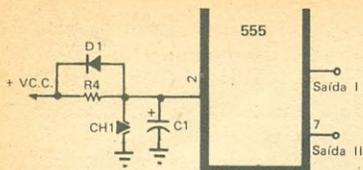
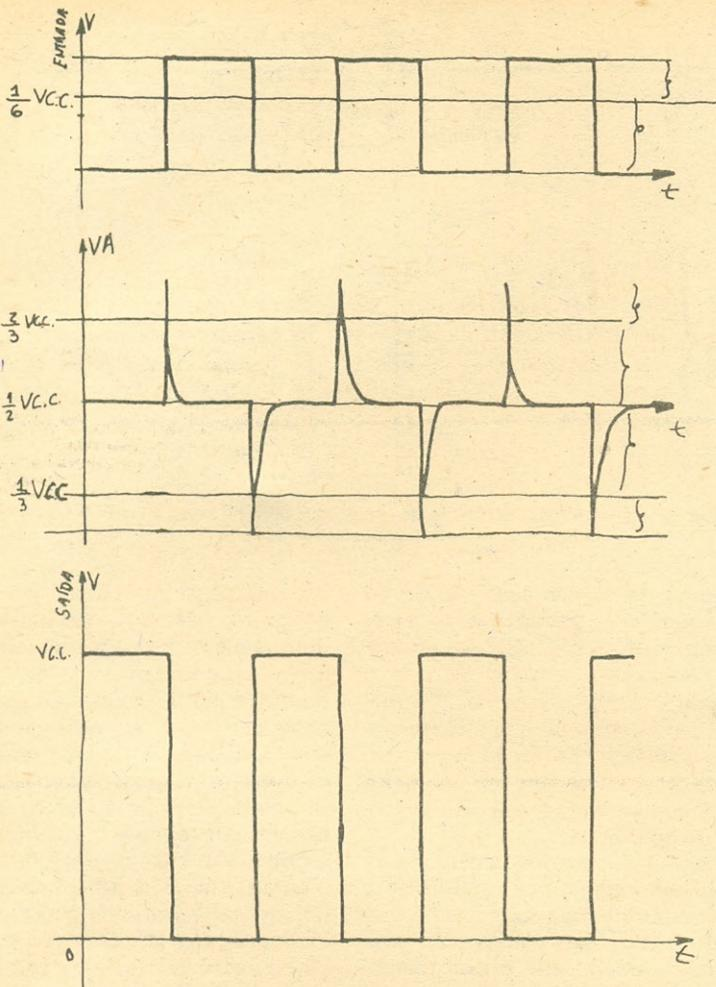

Fig. 5 - Forma simples de reciclar o circuito da Fig. 3.
Fig. 8 — Resposta do circuito D.S. da Fig. 6 para um sinal retangular de entrada de período muitas vezes maior que a constante de tempo $C2-R1-R2$.
Fig. 5 — Os modernos cabos resistivos, adotados para reduzir os efeitos irradiantes dos campos eletromagnéticos nos automóveis, são confeccionados da forma ilustrada pelo desenho: fios têxteis impregnados com grafita, ou seja, fio resistivo (1); malha (2); condutor de neoprene (3); isolante (4); malha condutora (5); proteção de neoprene (6).
Fig. 8 — A origem das interferências poderá estar nas velas. Quando seus eletrodos se apresentarem com incrustações (1). Torna-se necessário uma periódica manutenção das mesmas para se garantir o correto funcionamento dos equipamentos instalados dentro do automóvel. A limpeza dos eletrodos poderá ser feita com uma lixa fina e escova de fios metálicos.
- Basta utilizar o circuito da Fig. 5, o qual é uma adaptação do circuito da Fig. 8 apresentado na aula passada!
— Veja aqui no meu caderno a Fig. 8: um retrato fiel do que acontece caso a constante de tempo $R1-R2-C2$ seja extremamente pequena.
cujo nível C.C. é $1/2$ de V_{CC} . ($R1 = R2$) e cuja amplitude pico a pico é superior a $1/3$ de V_{CC} , como bem o mostra o segundo gráfico da Fig. 8. Notem ainda que o sinal de saída se encontra complementado (defasagem de 180°) em relação ao sinal de entrada, fornecendo, contudo, um ganho de potência.